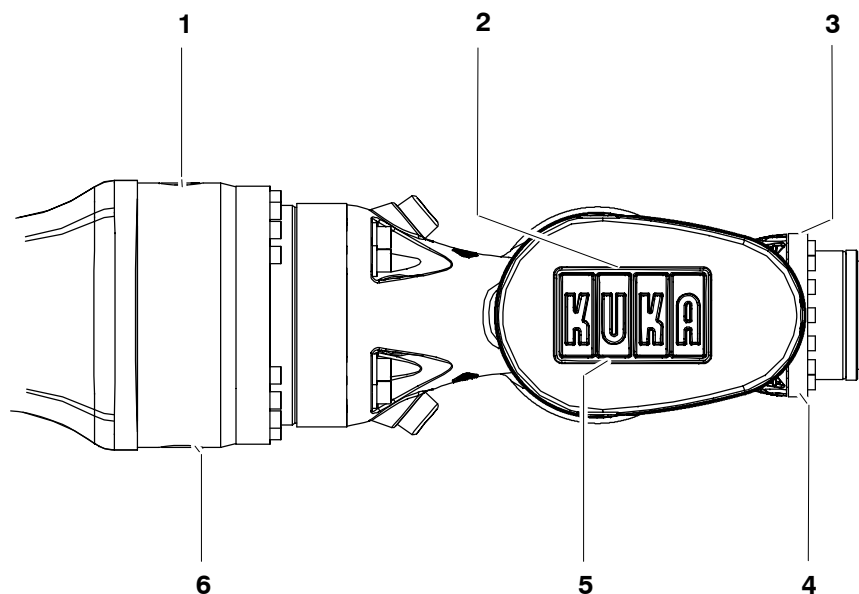

Fig. 107 Vidange d'huile
- (1) Mettre le robot en service et amener le bras en position horizontale (Fig. 107).
- (2) Amener les axes du poignet en position zéro.
- (1) Le cas échéant mettre le robot en service et amener les axes du poignet en position zéro.
- (2) Visser les vis de fermeture magnétiques (Fig. 107/4, 5, 6) et verser la quantité prescrite d'huile dans les orifices.
- (3) Visser les vis de fermeture magnétiques (1, 2, 3).
- (4) Serrer les vis de fermeture magnétiques M18x1,5 (1, 6), couple de serrage $M_A = 20 \text{ Nm}$.